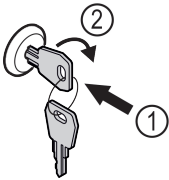

Fig. 115
- ▶ Вдавити ключ Fig. 115 (1).
- ▶ Повернути ключ на 90° за годинниковою стрілкою Fig. 115 (2).